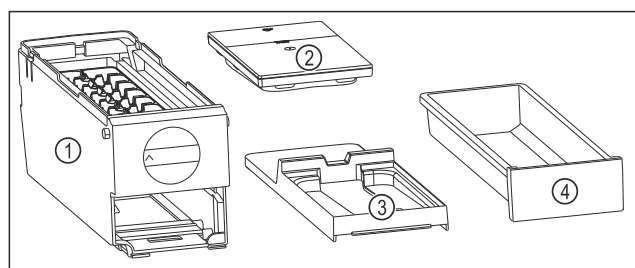

Fig. 133 Компоненти EasyTwist-Ice
- ▷ EasyTwist-Ice складається з чотирьох частин. (див. Fig. 133)
- ▶ Розбирайте EasyTwist-Ice тільки на зображені компоненти. (див. Fig. 133)
- ▶ Очистіть корпус EasyTwist-Ice Fig. 133 (1) без розбирання.